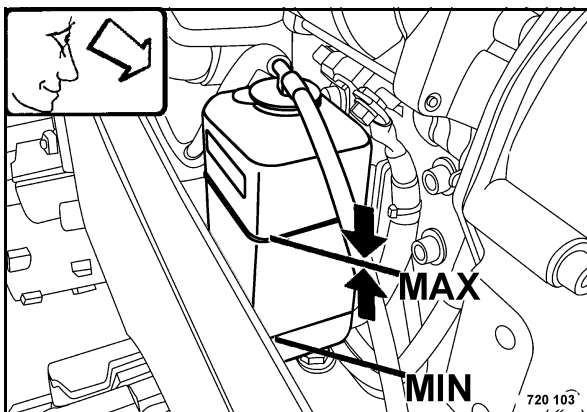

Рис. 131
- Залить охлаждающую жидкость до отметки MAX (Рис. 131).